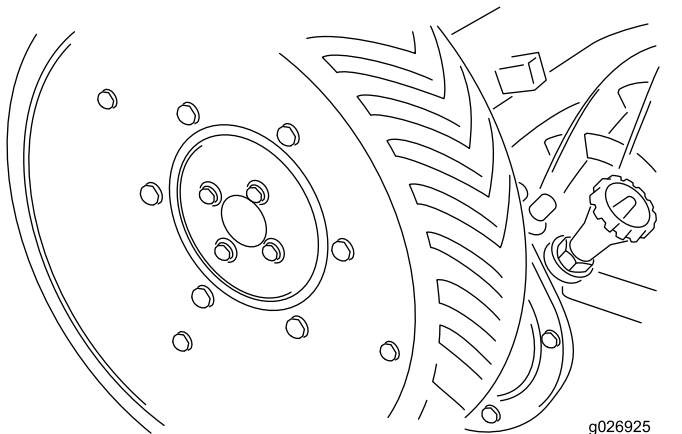

Figure 3
2. Montez les roues motrices avec des vis d'assemblage et des rondelles-frein (**Figure 3**).